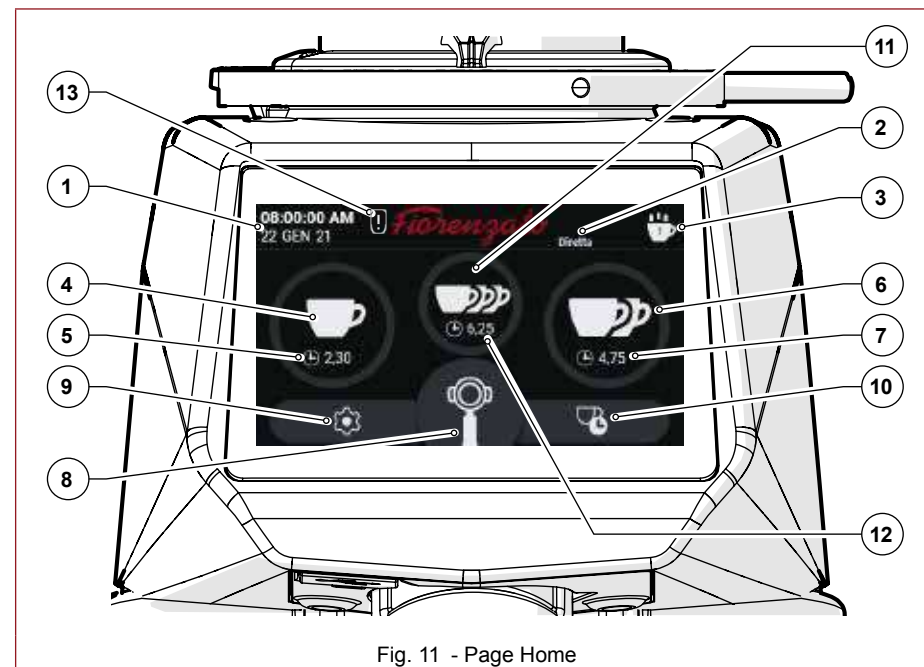

Fig. 11 - Page Home
La Fig. 11 illustre la page HOME avec la description des touches de fonction et des champs d'affichage présents. La page HOME peut être personnalisée depuis le « menu Réglages », l'image représentée sur la figure peut donc différer de la page-écran réellement visualisée sur votre appareil lors de sa première mise en marche.
En référence à la Fig. 11, les champs d'affichage et les touches de fonction de la page HOME sont :
Pour accéder au Menu Réglages, appuyer sur la touche de fonction , toujours visible en bas à gauche de l'écran (voir Fig. 11 Élém. 9). Une fois la commande donnée, l'afficheur chargera le menu depuis lequel il sera possible de sélectionner le paramètre à modifier et/ou la fonction à activer/désactiver en faisant simplement défiler vers le bas la liste des options possibles jusqu'à trouver la rubrique souhaitée. Le menu Réglages contient les rubriques suivantes :
Sélectionner la dose souhaitée (unique, double ou triple, si activée) en appuyant sur la touche de fonction correspondante (voir Fig. 11 Élé. 4, 6 ou 11). L'icône de la touche pressée commence à clignoter pour indiquer que la sélection a été effectuée.
Maintenir appuyée la touche « Mouture Manuelle » (voir Fig. 11 Élé. 8) pour démarrer la mouture continue. La mouture s'arrête automatiquement lorsque la touche est relâchée.
Appuyer sur la touche de fonction relative à la dose unique, double ou triple (voir Fig. 11 Élé. 4, 6 ou 11) ; lorsque la commande est donnée, la mouture de la dose souhaitée est immédiatement lancée.
Maintenir appuyée la touche « Mouture manuelle » (voir Fig. 11 Élé. 8) pour démarrer la mouture continue. La mouture s'arrête automatiquement lorsque la touche est relâchée.
Dans ce mode d'utilisation, le micro-interrupteur d'activation est désactivé et toutes les touches de sélection du dosage (voir Fig. 11 Élé. 4, 6, 8 et 11) peuvent être activées.
Dans ce mode d'utilisation, la mouture manuelle (voir Fig. 11 Élém. 8) et les touches de sélection des doses unique, double et triple (voir Fig. 11 Élém. 4, 6 et 11) sont désactivées.
Sélectionner la dose souhaitée (unique, double ou triple, si elle est activée) en appuyant sur la touche de fonction correspondante (voir Fig. 11 Élém. 4, 6 ou 11). Une fois la sélection effectuée, l'icône de la touche pressée commence à clignoter pour indiquer que la sélection a été effectuée et reste activée jusqu'à la sélection d'une dose différente. Appuyer (une fois) sur le micro-interrupteur d'activation avec le porte-filtre pour lancer la mouture de la dose sélectionnée.
Dans ce mode d'utilisation, la mouture manuelle (voir Fig. 11 Élém. 8) reste activée.
- À la fin de chaque distribution, les compteurs de statistiques sont mis à jour (voir Fig. 11 Élém. 3). Dans les statistiques, la mouture continue (voir Fig. 11 Élém. 8) correspond à l'augmentation d'une seule unité du nombre de distributions. Les cycles de mouture sont mémorisés même si l'option « Afficher les statistiques » est désactivée dans le menu des réglages techniques.
Lorsque la mouture manuelle (Fig. 11 Élé. 8) est désactivée, la touche de fonction correspondante ne peut pas être sélectionnée et s'affiche en gris.
Permet d'activer (🟢) ou de désactiver (🔴) l'affichage de la touche de fonction « Statistiques » sur la page-écran HOME (voir Fig. 11 Élé. 3).